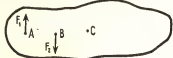

Рис. 1
1. Однородное тело находилось в покое (рис. 1). Затем к точкам А и В приложили две равные силы F_1 , F_2 , направленные в противоположные стороны. В каком направлении станет двигаться точка В?